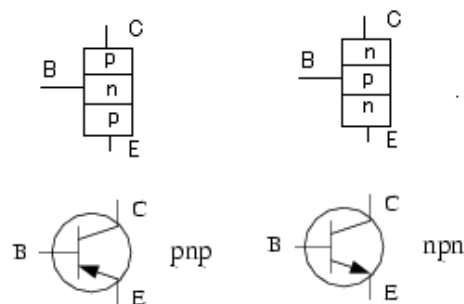

図 8: バイポーラトランジスタの構造と回路図
トランジスタは三層構造になっていて、中央の層と両側の層は半導体の極性が逆になっていて、p-n-p、あるいは n-p-n という構成になっています。このように二つの (bi) 極性 (polar) を持つトランジスタなのでバイポーラトランジスタと呼ばれます。また、三つの端子を持っているのですが、中央の層から出ているものをベース (B)、両端の一方をコレクタ (C)、もう一方をエミッタ (E) といいます。これらを回路記号で表すと図 8 のようになります。
さて、図 8 のように接合した npn 型のトランジスタに電流を流すにはどうすればよいでしょうか。コレクタからエミッタへ電流を流すことを考えてみます。まず、コレクタに正の電圧をかけてみましょう。するとコレクタの電子は電極に引き寄せられ、エミッタの電子もコレクタに向かって進みます。しかし、エミッタとコレクタの間には p 型の層があり、ここで pn 接合が形成されています。このままではエミッタからコレクタに電子が進むことができず電流は流れません。